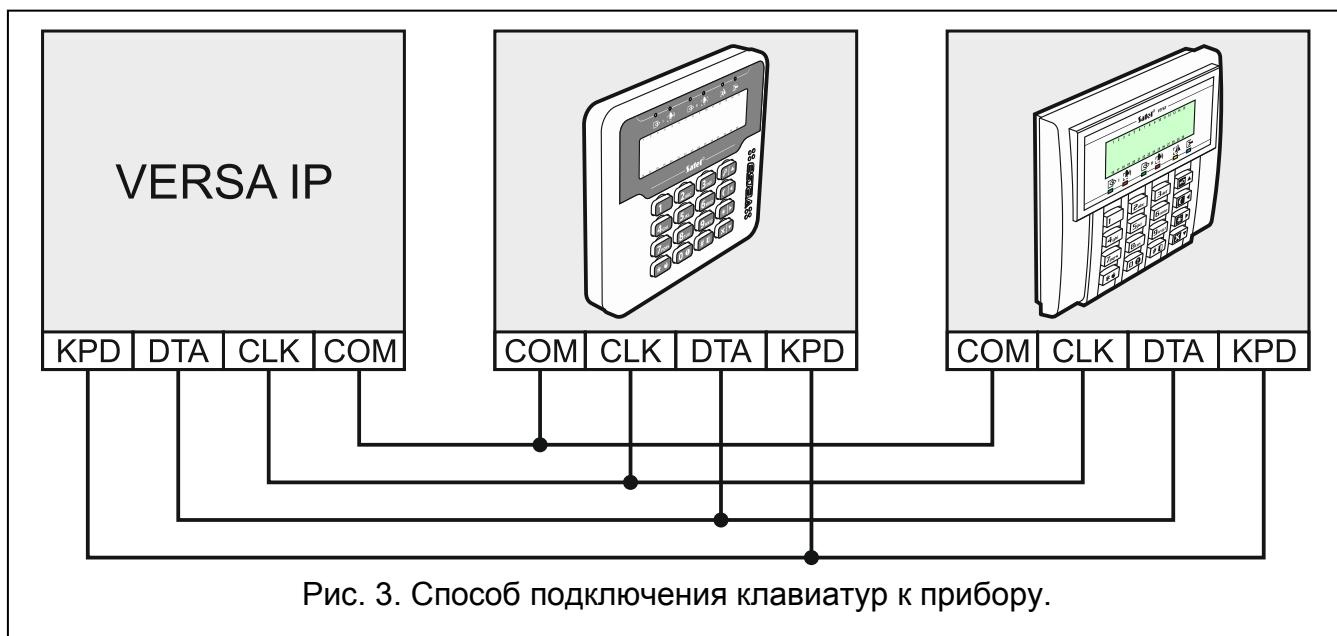

Рис. 3. Способ подключения клавиатур к прибору.
6. Клеммы клавиатуры подключите к соответствующим клеммам приемно-контрольного прибора (см.: рис. 3).